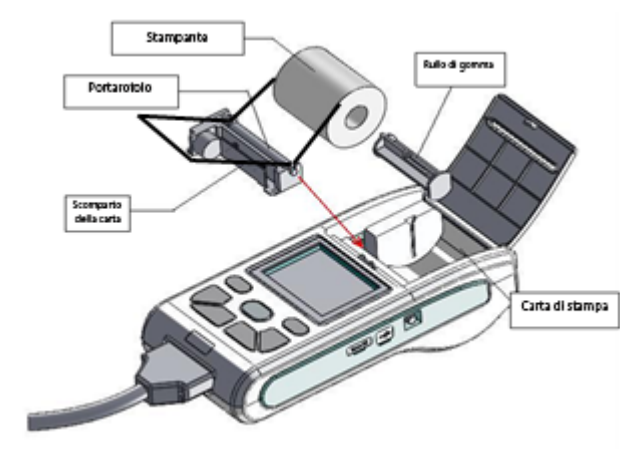

Figura 6-1 Installazione della carta di stampa
1. Come mostrato nella Figura 6-1, premendo il coperchio dello scomparto carta questo si solleva automaticamente. Estrarre il portarotolo e inserirlo nel nuovo rotolo di carta di stampa come mostrato nella figura. Posizionare il rotolo della carta di modo che il lato con le griglie sia rivolto verso il basso, quindi inserirlo nuovamente nella posizione corrispondente all'interno dello scomparto della carta; premere il rullo di gomma in modo che aderisca alla carta di stampa.